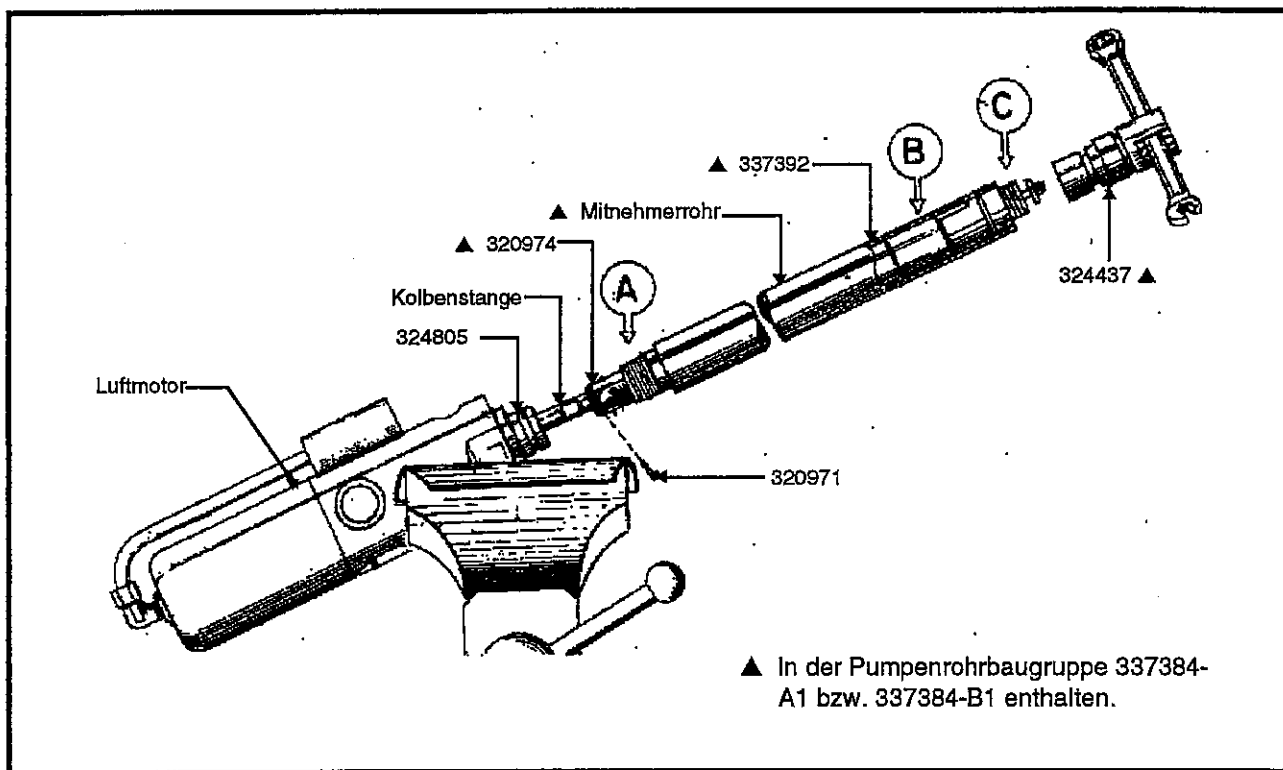

Abbildung 3: Den Luftmotor von der Rohrbaugruppe 337384-A1 bzw. 337384-B1 lösen.
Den Luftmotor wie folgt von der Rohr- und Stangenbaugruppe trennen (Siehe Abbildung 3).
3. Die Rohr- und Stangenbaugruppe 337384-A1 wird an einer der drei Verbindungsstellen gelöst: (Siehe Abbildung 3).
- d. Den verbleibenden Teil des Pumpenrohrs 337392 bzw. 337392-2 vom Adapter 324805 anschrauben, um die Kupplung 320974 freizulegen. Den Stift 320971 mit einem Locheisen angemessener Größe aus der Kupplung herausklopfen. Die Kupplung von der Kolbenstange des Luftmotors abschrauben. DEN STIFT NICHT VERLIEREN. (Siehe Abbildung 3).
- b. Den Stift 320971 mit einem Locheisen angemessener Größe aus der Kupplung 320974 herausklopfen, und die Kupplung von der Kolbenstange des Luftmotors abschrauben. DEN STIFT NICHT VERLIEREN. (Siehe Abbildung 3).
27. Den Luftmotor in der in Abbildung 3 dargestellten Weise in einen Schraubstock einspannen und vollständig zusammenbauen.